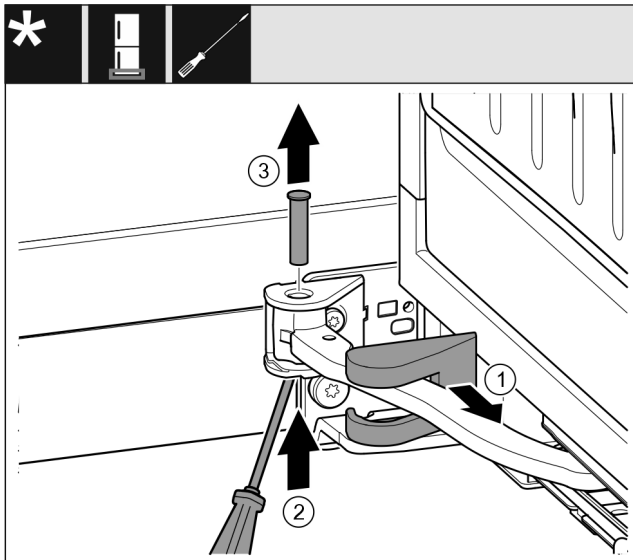

Fig. 19
- Lagerbockabdeckung Fig. 19 (1) abziehen und entlang des Gelenks verschieben.
- Bolzen Fig. 19 (2) mit Schraubendreher von unten anheben.
- Bolzen Fig. 19 (3) von oben herausziehen.